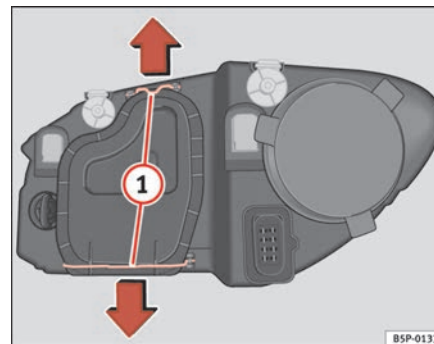

Fig. 184 Médios
- Desloque os tirantes ⇒ página 264, fig. 184 ① no sentido da seta e puxe a tampa.